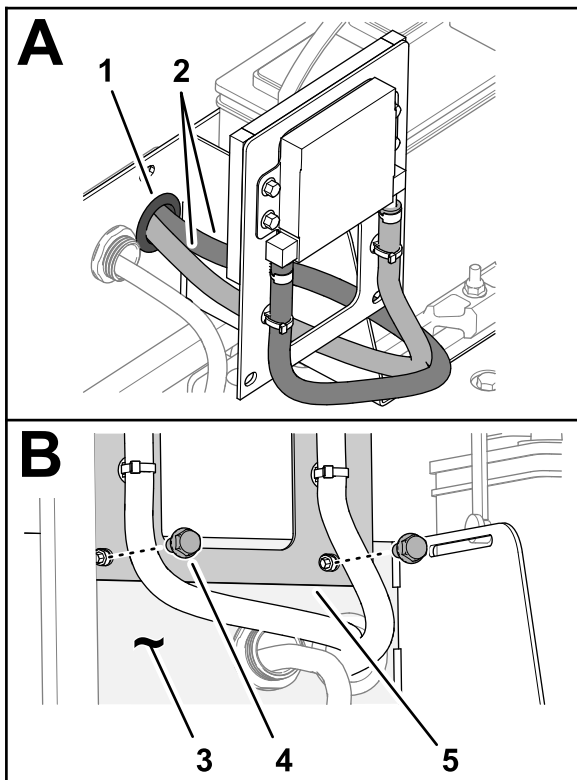

Figura 12
2. Monte las 2 mangueras de combustible del enfriador de combustible a través del anillo de goma en el soporte del radiador (Figura 12).
3. Alinee los taladros del soporte del enfriador de combustible con los taladros del soporte del radiador (Figura 12).
4. Fije el soporte de enfriador de combustible en el soporte del radiador (Figura 12) con los 2 tornillos de caperuza (5/16" x 5/8").